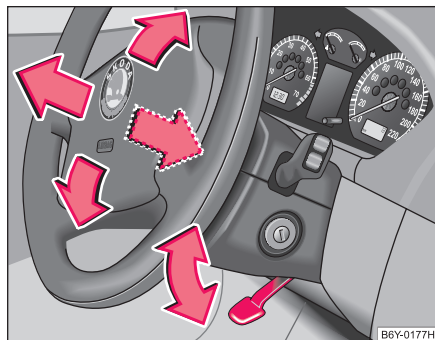

Fig. 82 Volan reglabil:
- Apăsați în jos maneta de sub coloana volanului ⇒ Fig. 82 ⇒ ⚠.